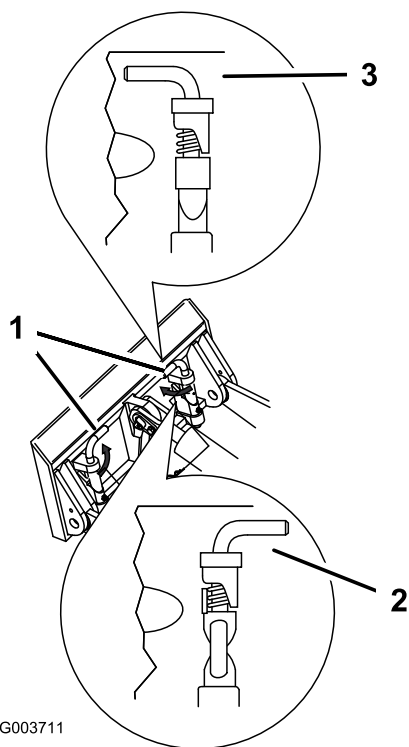

图 16
- 接合快速连接销确保它们完全固定在安装板上 **图 16**。